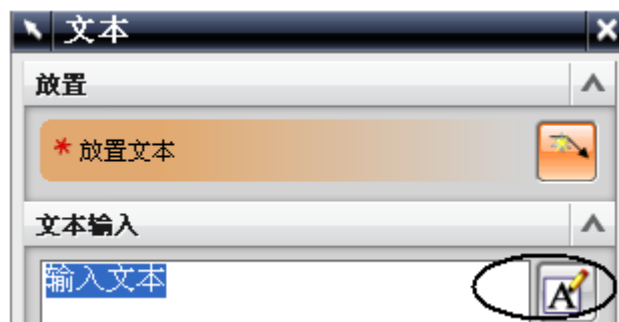

图 8-108
- 单击 ，打开注释编辑器，如图 8-108 所示。
- 在图 8-108 中，单击 ，打开文本编程器，设置如图 8-109 所示的参数，输入文字 UG NX5 数控铣编程，移动鼠标，单击 MB1 放置文字。